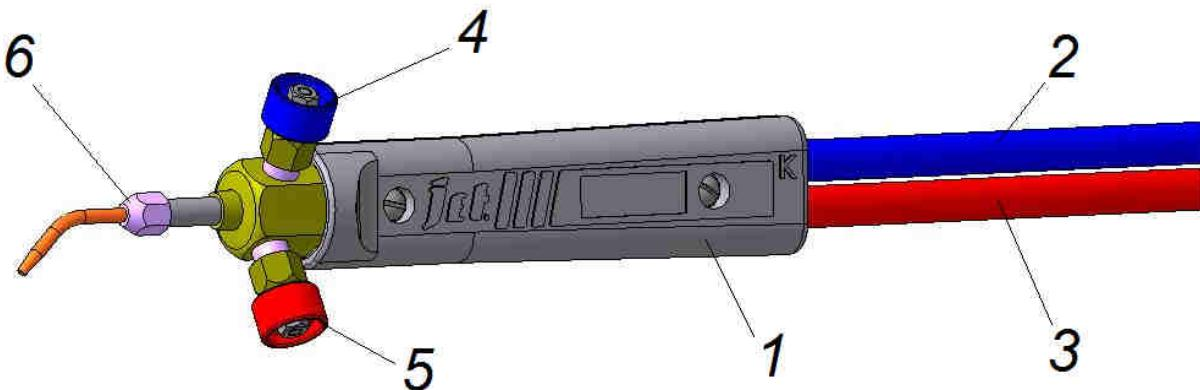

Рис.1 Горелка Г1
4.1 Безинжекторная однопламенная горелка Г1 (см. рис.1) состоит из ствола 1 с несъемными рукавами кислорода 2 и горючего газа 3 и комплекта наконечников 6. Ствол горелки имеет регулировочные клапаны кислорода 4 и горючего газа 5. К стволу по кислородному рукаву, через ниппель с гайкой (резьба M16x1,5 правая) подается кислород, по рукаву горючего газа через ниппель с гайкой (резьба M16x1,5LH левая) подается горючий газ. Кислород и горючий газ подаются в горелку под равными давлениями. В смесительной камере происходит смешение кислорода и горючего газа. Образовавшаяся горючая смесь движется по трубке наконечника к выходу мундштука, на выходе из которого смесь горит. Регулирование мощности пламени в пределах одного наконечника производится клапанами или изменением рабочего давления на редукторах. Ступенчатое изменение мощности пламени производится сменой мундштуков.